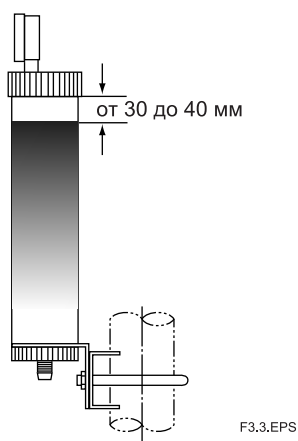

Рисунок 3.3. Уровень заливки раствора КСl
- (3) Снимите гайку, фиксирующую крышку резервуара, и снимите крышку.
- (4) Заполните резервуар раствором КСl с концентрацией 3.3 моль/л (см. Рисунок 3.3). Максимальный уровень раствора – на 30–40 мм ниже верхнего края.